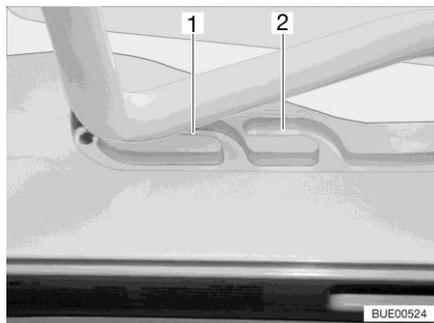
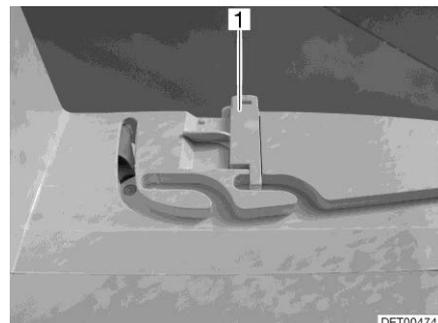

Fig. 66 Guía (posición de ventilación)
Fig. 67 Bloqueo (posición de ventilación)
La claraboya Heki se puede colocar en dos posiciones de ventilación: Posición de mal tiempo (Fig. 66,1) y posición mediana (Fig. 66,2). Según el modelo, la claraboya podrá ser bloqueada en la posición central con los dos pestillos (Fig. 67,1) a la izquierda y la derecha en el marco de la claraboya.
- Presionar el estribo ligeramente hacia arriba y empujarlo en la guía seleccionada (Fig. 66,1 ó 2) y, si fuera necesario, bloquearlo.